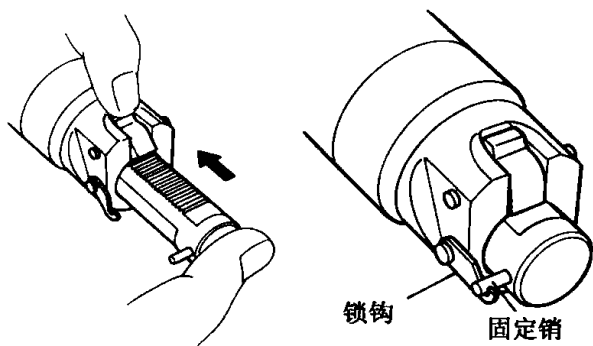
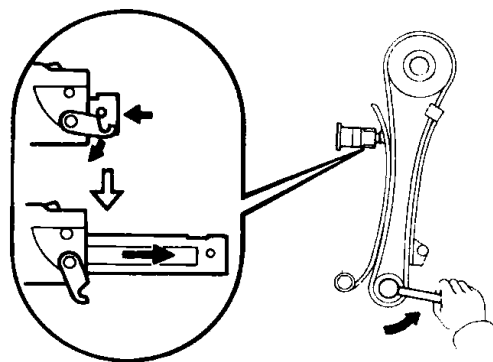

图 1-1-16 链条紧张器安装
图 1-1-17 设定链条张力
(3) 链条紧张器的安装。
①见图 1-1-16, 松开棘爪将齿杆完全推入, 并将锁钩套到固定销上, 使齿杆不能弹出。
②用两个螺母装上链条张紧器和新的垫片。如果在安装链条张紧器时齿杆弹出, 则在重新安装张紧器之前应先重复第①步的操作。
③见图 1-1-17, 向左转动曲轴, 使链条张紧器的锁钩从齿杆的固定销上脱开, 这样,